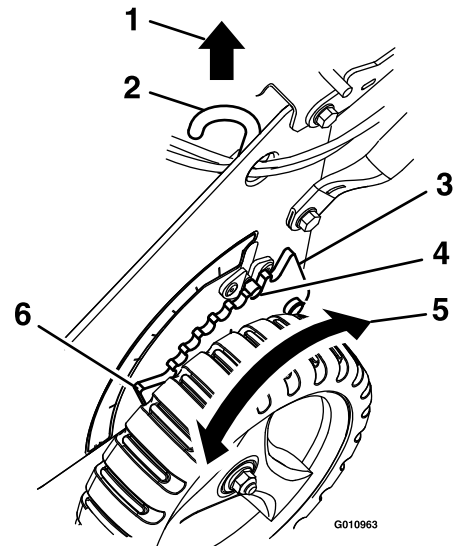
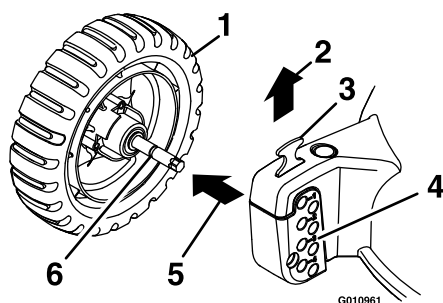

Figure 13
Figure 14
3. Réglez les quatre roues à la hauteur de coupe de 6,4 cm (2,5 po) (voir Figure 13 et Figure 14)
1. Tirez la tige de réglage de hauteur des roues vers le haut pour dégager la goupille du cran dans le support de réglage (Figure 13).
1. Tirez le dispositif de réglage de hauteur vers le haut et tirez l'arbre de roue avant vers l'extérieur, comme illustré à la Figure 14.